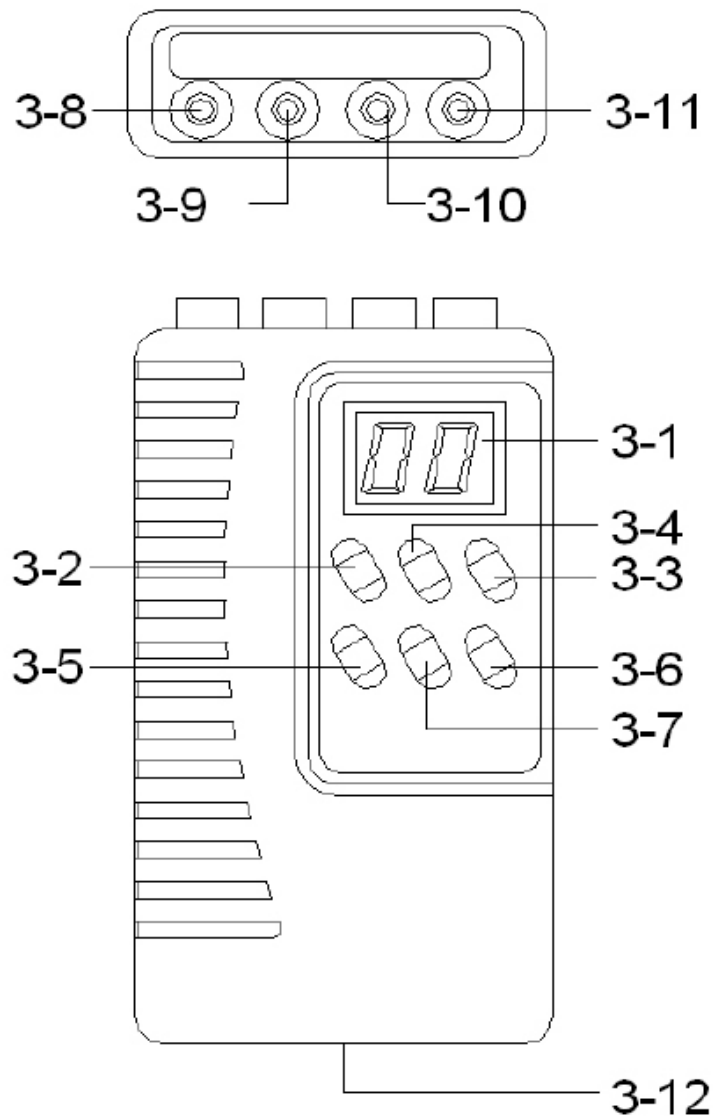

Fig. 1
- a) Per il collegamento diretto con strumenti dotati di presa RS-232 (fare riferimento a pag.4) dovrà essere collegato il plug del cavetto UPCB-03 alla presa "DIRECT Input Socket" (3-10, Fig.1) dello strumento DL-9601A.
- a. Collegare il plug earphone alla presa "Direct Output Socket" (3-11, fig.1) ed impostare la gamma sulla posizione 1/direct type per il trasferimento dei dati.
- b. Collegare il plug earphone alla presa "Isolate Output Socket" (3-9, fig.1) ed impostare la gamma sulla posizione 2/isolate type per il trasferimento dei dati.
- 2) Premere il pulsante "Function Button) (3-3, Fig. 1) fino a visualizzare sul display (3-1, fig.1) l'indicazione "AUTO REC" con il simbolo "PS" di pausa.
- 3) Premere il pulsante "Pause Button" (3-6, fig. 1), i dati relativi all'ora e data vengono salvati nel Data logger in base al tempo di campionamento. Quando i dati sono stati salvati, sul display appare l'indicazione "rC" e l'indicatore "REC" lampeggerà per un istante.
- 4) Se intendete fermare l'acquisizione dei dati, premere il pulsante "Pause Button" (3-6, fig. 1), sul display dello strumento apparirà l'indicazione "PS".
- 2) Premere il pulsante "Function Button) (3-3, Fig. 1) fino a visualizzare sul display (3-1, fig.1) l'indicazione "MANUAL REC" con il simbolo "PS" di pausa.
- 1) Accendere il Data Logger premendo il pulsante "Power Button" (3-2, fig.1), sul display apparirà l'indicazione "PS" (pausa).
- 2) Premere il pulsante "Date/Time Button" (3-4, Fig.1) continuamente per almeno 2 secondi, rilasciare quindi il pulsante, il display LCD inizierà a lampeggiare. Ora il Data Logger è pronto per l'impostazione dell'orario.
- a. Inserire il plug earphone alla presa "Direct Output Socket" (3-11, Fig.1) quando si utilizza il cavetto diretto RS-232 (UPCB-01 fornito in dotazione con lo strumento) per il trasferimento dei dati.
- b. Inserire il plug earphone alla presa "Isolate Output Socket" (3-9, Fig.1) quando si utilizza il cavetto isolato RS232. (UPCB-02 opzionale) per il trasferimento dei dati.
- 2) Premere il pulsante "Function Button" (3-3, Fig.1) fino ad ottenere sul display la visualizzazione "OUT%" con il simbolo "PS" di pausa.
- a. Durante la fase di lampeggio del display LCD, premere il pulsante "Date/Time" (3-4, fig.1) una volta per selezionare l'impostazione nella sequenza Anno/Mese/Giorno/Ora/Minuti/Secondi.
- b. Utilizzando il pulsante (▲) (3-3, fig.1) oppure (▼) (3-6, fig.1) selezionare i vari valori.
- c. Al termine dell'impostazione di tutti i dati, premere il pulsante "Enter Button" (3-5, fig.1) la data e l'ora vengono memorizzati e sul display appare nuovamente il simbolo "PS".
- 2) Premere il pulsante "Sample Button" (3-7, Fig.1) continuamente per almeno 2 secondi, rilasciare quindi il pulsante, il display LCD inizierà a lampeggiare. Ora il Data Logger è pronto per l'impostazione del tempo di campionamento.
- a. Durante la fase di lampeggio del display LCD, premere il pulsante "Sample Button" (3-7, fig.1) una volta per selezionare l'impostazione del tempo di campionamento nelle unità Ora/Minuti e Secondi.
- b. Utilizzando il pulsante (▲) (3-3, fig.1) oppure (▼) (3-6, fig.1) selezionare il valore del tempo di campionamento.
- c. Al termine dell'impostazione di tutti i dati, premere il pulsante "Enter Button" (3-5, fig.1), il tempo di campionamento viene quindi memorizzato e sul display appare nuovamente il simbolo "PS".